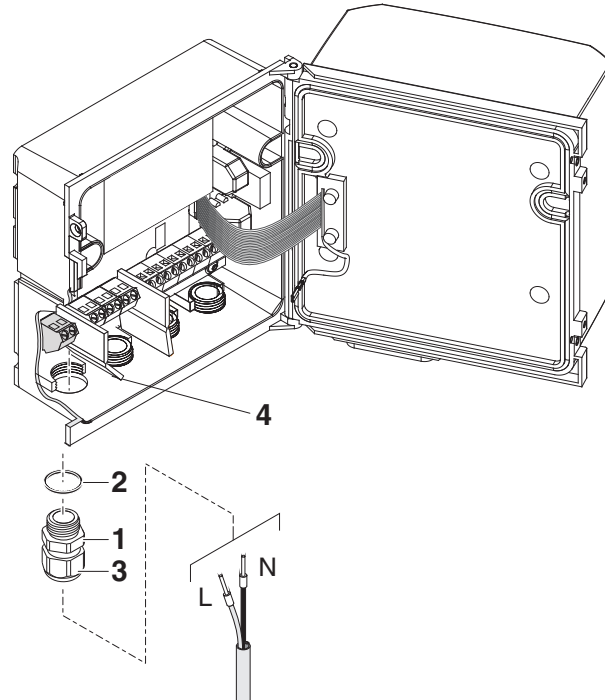

figura 3-13 Inserción de la línea de alimentación.
- 6 Enrosque un casquillo prensacables (pos. 1 en la figura 3-13) con anillo de estanqueidad (pos. 2) en la carcasa debajo de la conexión de suministro eléctrico.
- 7 Afloje el anillo de acoplamiento (pos. 3).
- 8 Haga pasar la línea de alimentación a través del casquillo prensacables hasta la carcasa. Al hacerlo, doble el separador flexible (pos. 4) hacia la derecha.
- 10 Apriete la tuerca ciega (pos. 3 en la figura 3-13).